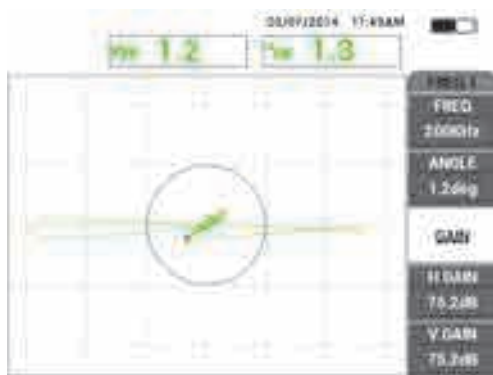

Рис. 5-54 Отображаемые на экране сигналы
3. Выполните сканирование образца движением вперед-назад, нажмите клавишу GAIN (dB), затем настройте амплитуду сигнала (с помощью ручки) так, чтобы сигналы растянулись примерно на 80 % ширины экрана (см. Рис. 5-54 на стр. 170).